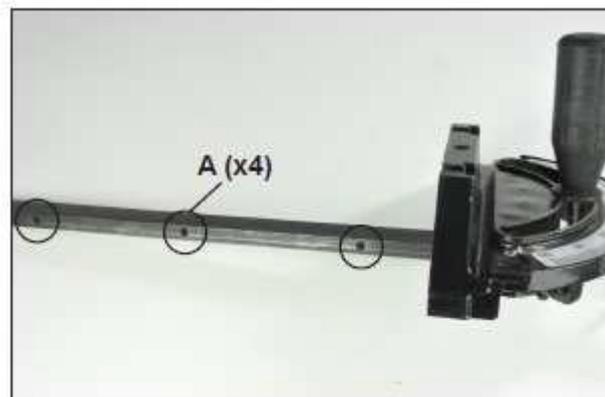

Рис. 29
1. С помощью комбинированного угольника проверить установку пильного диска под 90° к поверхности стола, см. рис. 29 в разд. **РЕГУЛИРОВКА ОГРАНИЧИТЕЛЕЙ УГЛА НАКЛОНА ПИЛЬНОГО ДИСКА.**
ПРИМЕЧАНИЕ: если направляющая будет свободна в пазу, произвести регулировку четырьмя винтами с шестигранным шлицем, расположенными сбоку направляющей (рис. 29, А), так чтобы уплотнить посадку в пазу.